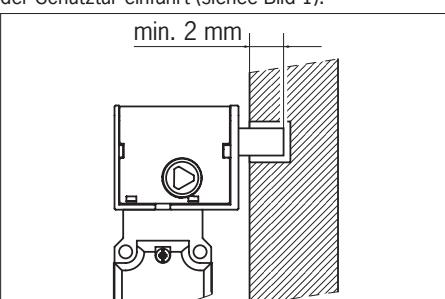

Bild 1: Zugehaltener Sicherheitsschalter TK
Beim Aktivieren der Zuhaltung wird der Zuhaltebolzen ausgefahren. Die Zuhaltung erfolgt indem der Zuhaltebolzen z. B. in eine Vertiefung am Rahmen der Schutztür einfährt (siehe Bild 1).
- Die Überdeckung des Zuhaltesbolzens muss mindestens 2 mm betragen (siehe Bild 1).